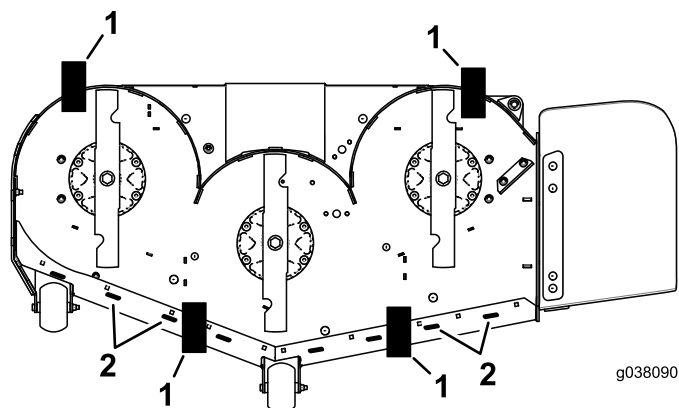

Figure 103
11. Placez une cale (voir le Tableau de hauteur de cale et d'inclinaison) sous le bord arrière de la jupe du tablier de coupe de chaque côté du tablier de coupe (Figure 103).